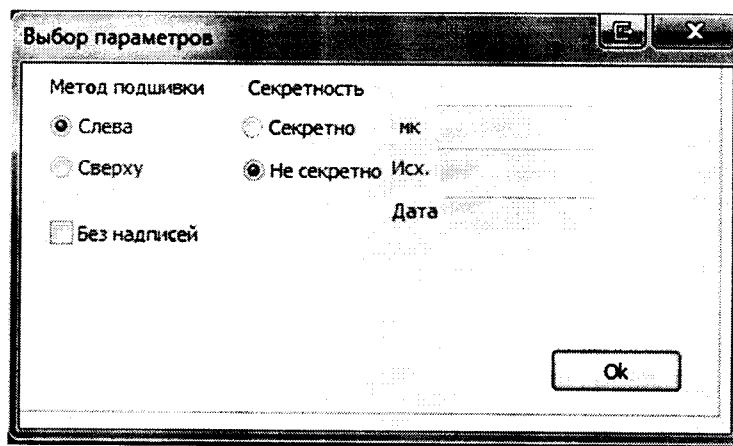

Рисунок 3.17 – Окно выбора параметров печати
– печать (в главном меню «Файл → Печать»). Открывает окно выбора параметров печати (рисунок 3.17), а по нажатию кнопки «ОК» окно предварительного просмотра, где можно увидеть, как график будет выглядеть при печати и отправить график на печать или выйти из окна печати.